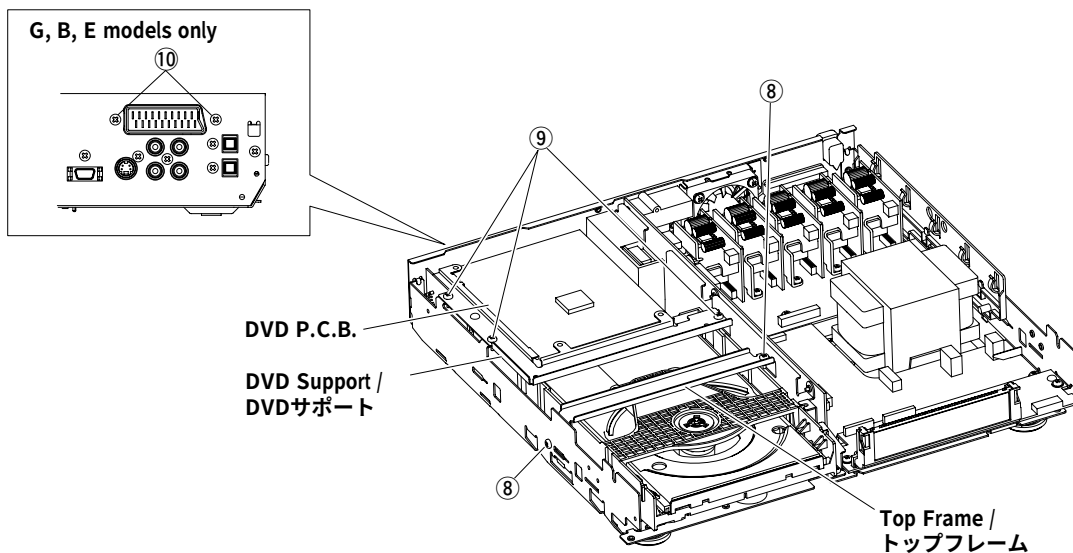

Fig. 5
- a. Remove 2 screws (⑧) and then remove the Top Frame in Fig. 5.
- b. Remove 3 screws (⑨) in Fig. 5.
- c. Remove 2 screws (⑩) in Fig. 5. (G, B, E models only)
- d. Remove the DVD support and the DVD P.C.B. in Fig. 5.
- a. ⑧のネジ2本を外し、トップフレームを外します。(Fig. 5)
- b. ⑨のネジ3本を外します。(Fig. 5)
- c. ⑩のネジ2本を外します。(G, B, E models only) (Fig. 5)
- d. DVDサポート& DVD P.C.B.を外します。(Fig. 5)